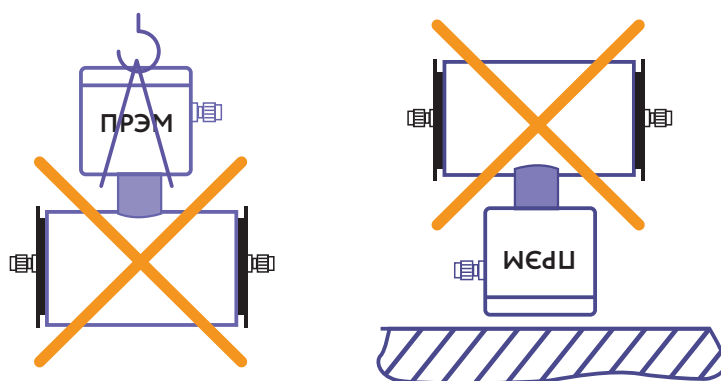

Рисунок 10. Ограничения в транспортировке
- Расходомер нельзя поднимать за электронный блок, а также устанавливать электронным блоком вниз (рис. 10).